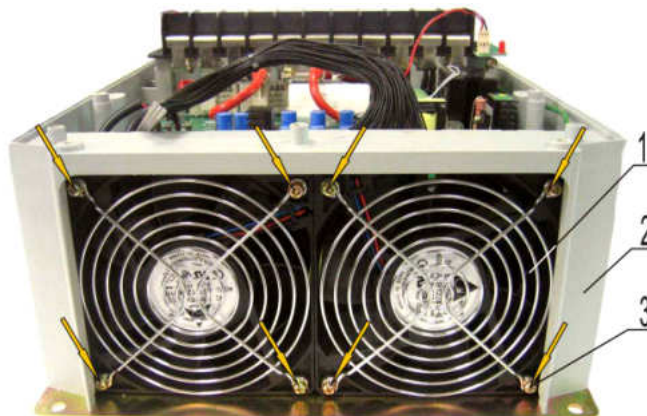

Рис. 6.16
6.10.1. Открутить восемь винтов 3 (рис. 6.16).
6.10.3. Снять решётки с вентиляторов 1 (рис. 6.16). Положить винты и решётки в тару.